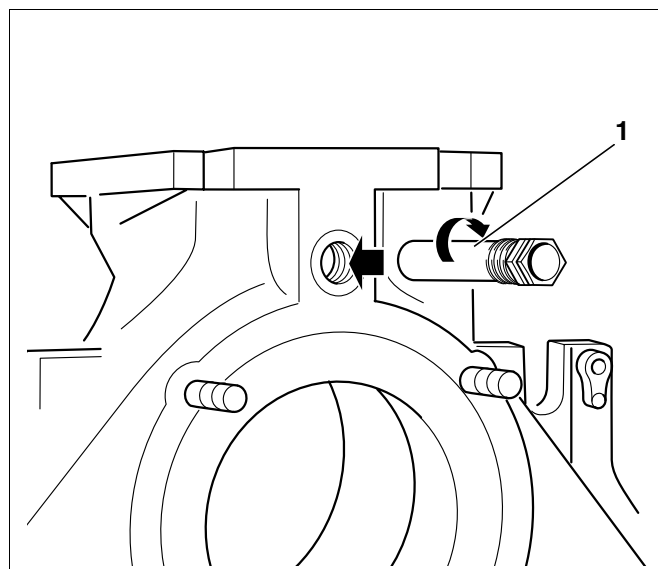

Fig. 22 Montage - doigt de gant
Etancher le doigt de gant 3/4" de la partie arrière de la chaudière (longueur 110 mm) dans le taraudage 3/4" du raccordement de départ (fig. 22, **pos. 1**).